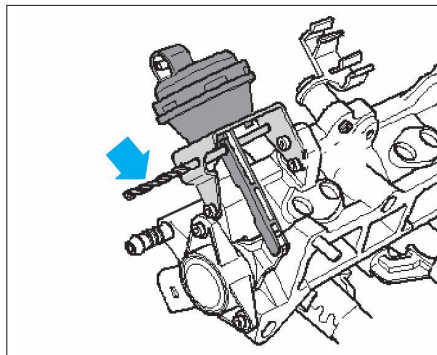

FIG. 43
- Pousser la tringle de commande de la capsule à dépression et la bloquer à l'aide d'un foret de Ø 2,5 mm (Fig.43).